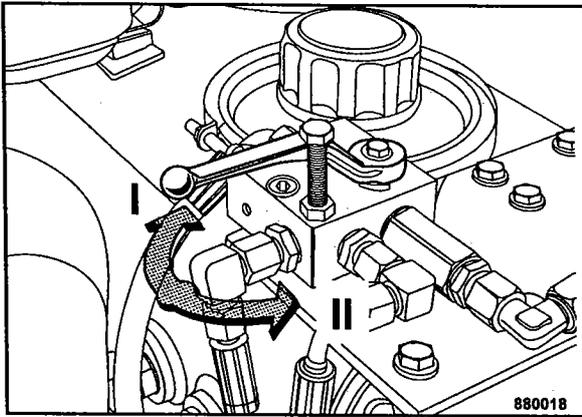

Fig. 75
- Desenroscar el tornillo de seguridad (Fig. 75).